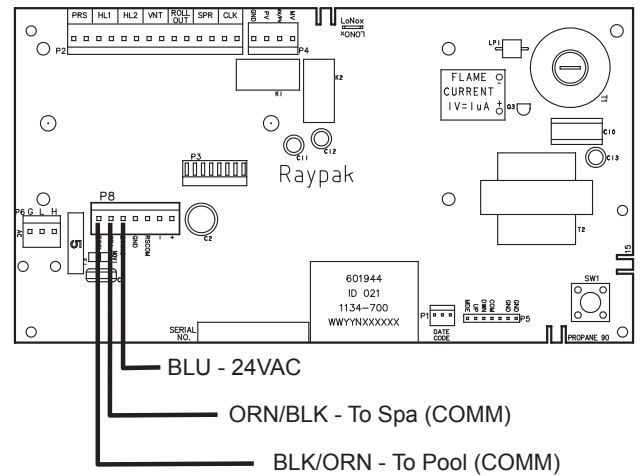

Figure 56. Connexion du harnais de câble d'un thermostat à 3 fils au connecteur P8
5. Connectez le harnais de câble 3 fils pour thermostat externe au connecteur P8 et mettez l'appareil à ON, voir Figure 56.